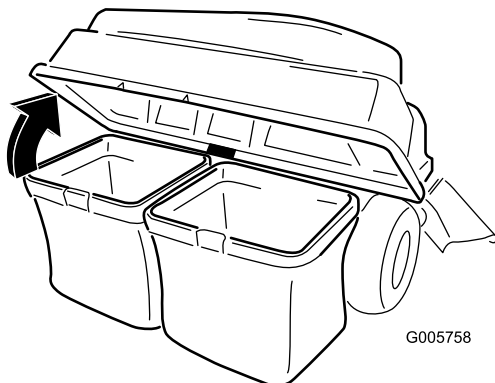

Bild 18
3. Heben Sie die Abdeckung des Heckfangsystems an (Bild 18).